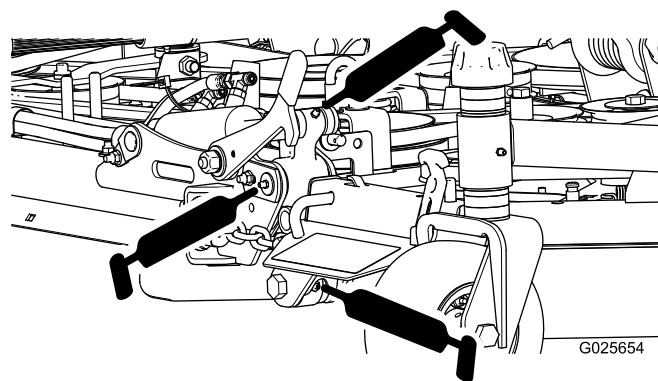

Figure 14
- Charnières de plateaux latéraux (10) (Figure 14)